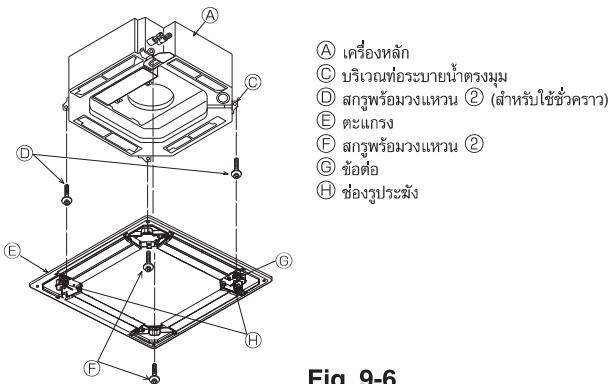
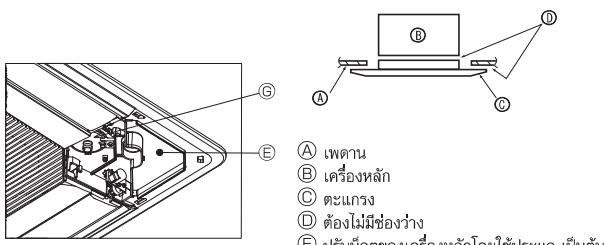

Fig. 9-6
Fig. 9-7
9.3.2. ตรวจสอบอุปกรณ์ของตะแกรง (Fig. 9-6)
- ยึดตะแกรงขั้ว Crawford โดยให้หัวข้อต่อของตะแกรงที่มีสัญลักษณ์ ⑥ บนบริเวณท่อระบายน้ำต่างมุมของเครื่องหลัก
9.3.3. การติดตะแกรง (Fig. 9-7)